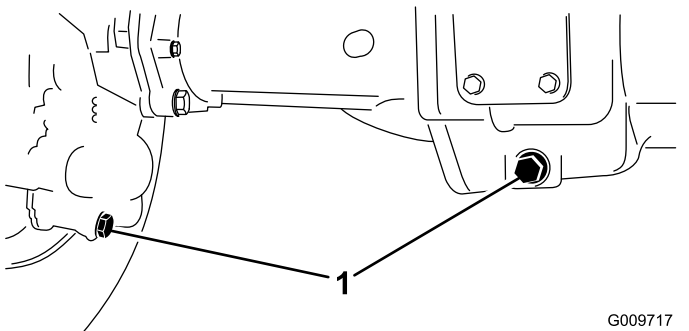

Bild 73
- Reinigen Sie den Bereich um die drei Ablassschrauben, d. h. jeweils eine an beiden Enden und eine in der Mitte (Bild 73).